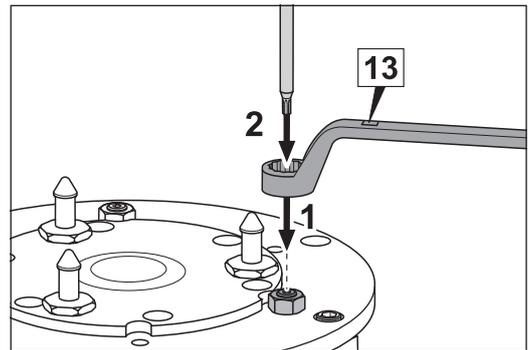

Abb. 42 Den Ringschlüssel an der Mutter einer Einstellschraube ansetzen (1) und den TORX-Schraubendreher in den Gewindeschaf der Einstellschraube stecken (2).
- 3 Setzen Sie den Ringschlüssel aus der Werkzeugtasche (Schlüsselweite 13 mm) an der Mutter einer Einstellschraube an (Abb. 42, 1).
- 4 Stecken Sie den TORX-Schraubendreher T15 aus der Werkzeugtasche in den Gewindeschaf der Einstellschraube (Abb. 42, 2).